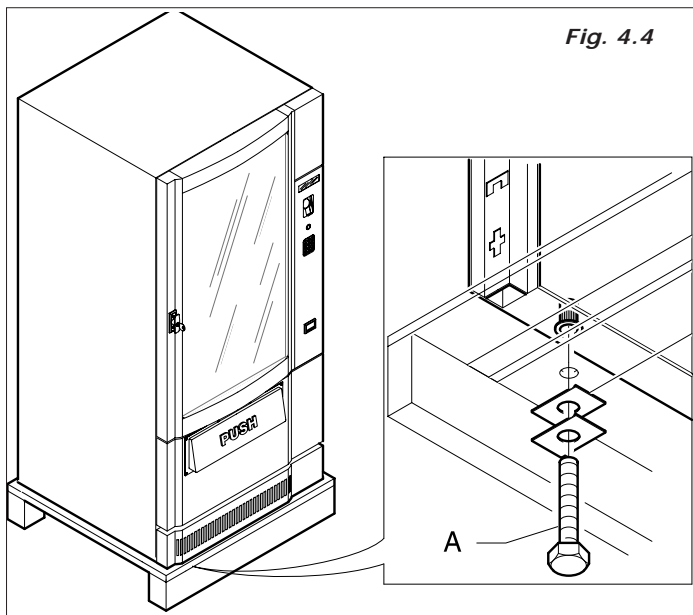

Fig. 4.4
Desganchar o distribuidor do pallet para o transporte, desparafusando os parafusos (A) que o bloqueiam ao pallet mesmo (Fig. 4.4).